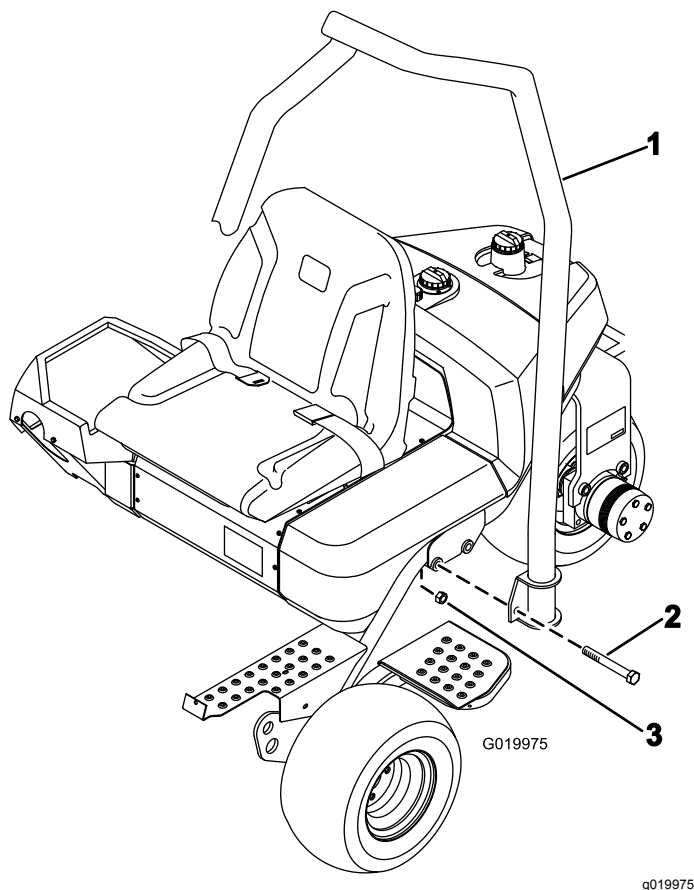

Figura 7
1. Disponete il ROPS in modo che l'estremità del tubo sia curvato verso la parte anteriore della macchina (Figura 7).
2. Abbassate il ROPS sul telaio, allineandolo con i fori di montaggio (Figura 7).
3. Fissate ogni lato del ROPS al telaio con 2 bulloni ($\frac{5}{8}$ " x $4\frac{1}{2}$ ") e dadi di bloccaggio come mostrato in Figura 7. Serrate a una coppia di 183 - 223 N·m.